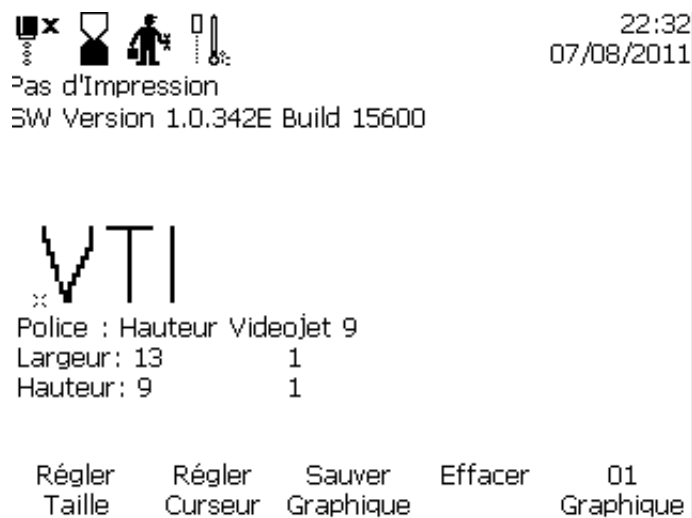

Figure 5-74: 02 Info
- 14 Appuyez sur la touche Entrée et le logo apparaît à l'écran. (Voir Figure 5-74)